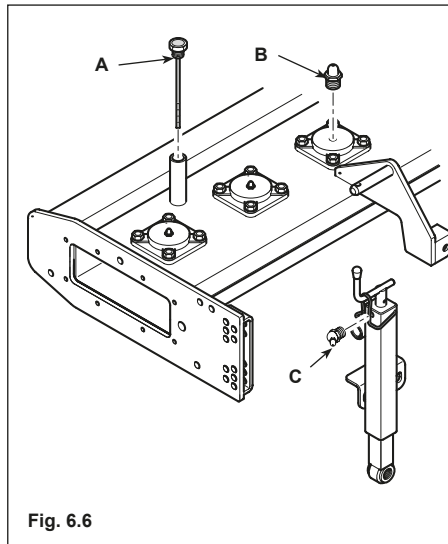

Fig. 6.6
• **Cubierta porta-ejes rotores:** Cada 200 horas de trabajo, controlar el nivel del aceite mediante el tapón (A) Fig.6.6 del capó; si es necesario, añadir aceite.
• **Ejes porta-rotores** Fig.6.6 cada 100 horas, engrasar con PAKELO BEARING EP LC NLGI 2 los cojinetes superiores mediante los engrasadores (B).
• **Los tornillos de regulación** Fig.6.6 deben engrasarse con PAKELO BEARING EP LC NLGI 2 (mediante los oportunos engrasadores C) cada 200 horas aproximadamente.